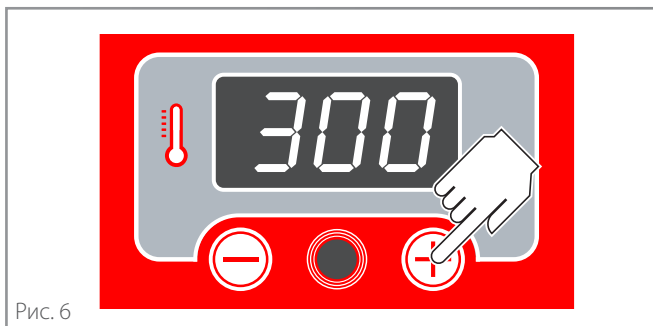
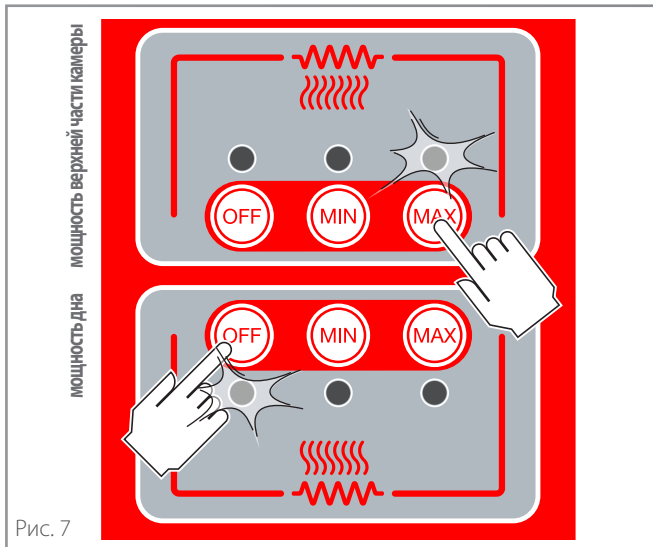

Рис. 6
Рис. 7
► Рис. 6
► Рис. 7
- задать приготовление с необходимыми параметрами (► **Рис. 6 - Рис. 7**)